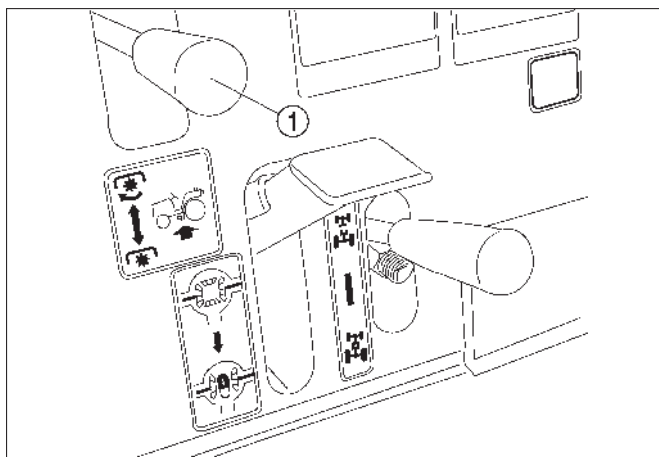

Fig. 48
FIG. 48: Pour sélectionner la prise de force centrale, appliquez la même procédure qu'avec la prise de force arrière, mais en actionnant le levier de prise de force centrale. Avec la pédale d'embrayage complètement enfoncée, déplacez le levier (1) à la position  pour embrayer la prise de force et à la position  pour la débrayer.